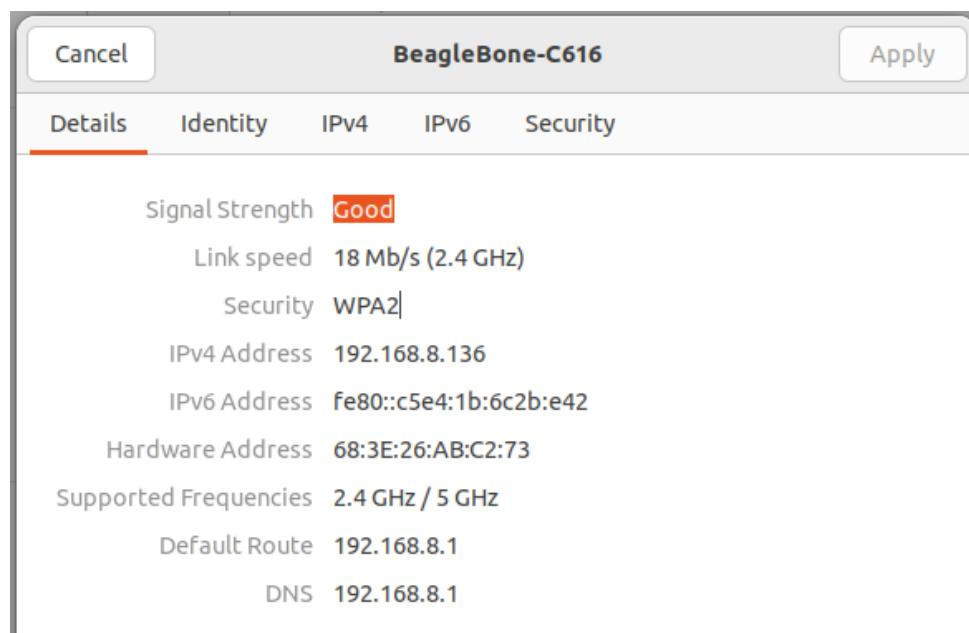

Figura 2.5: WiFi Inalambrico de la placa
3. **Servidor Web:** Se inicia mediante `start_server` utilizando `eventlet` para soportar concurrencia asíncrona, nos conectamos al wifi inalámbrico de la placa *BeagleBone-C616* con la contraseña *BeagleBone*, se muestra en la figura 2.5 .